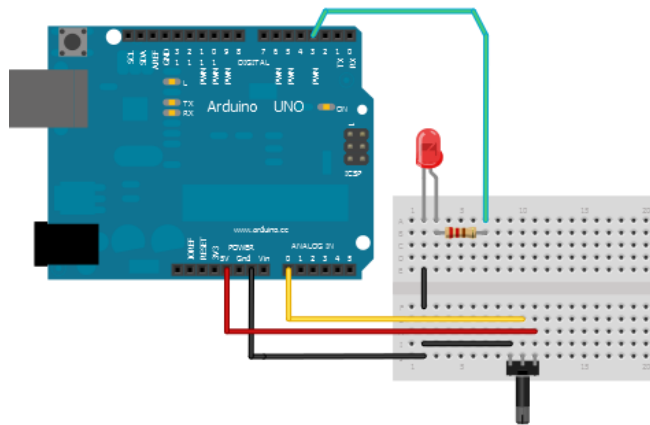
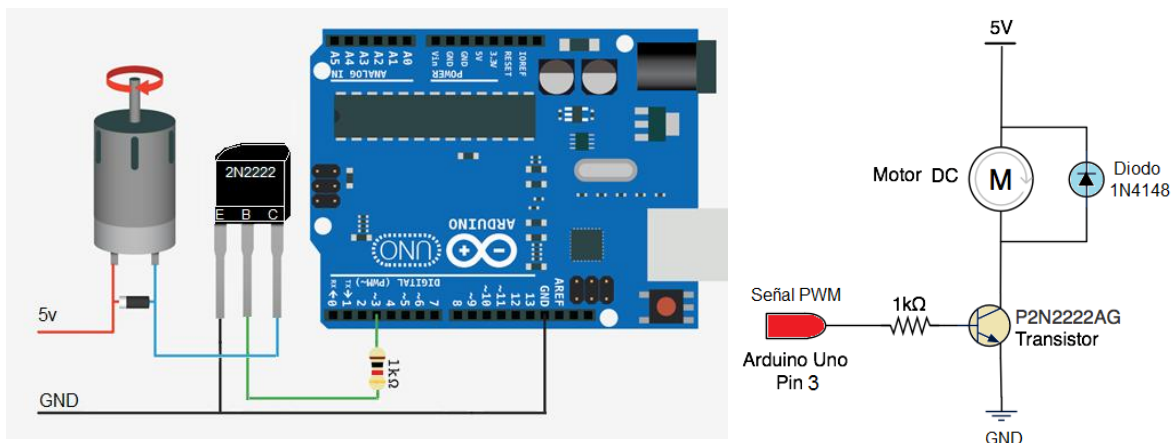

Figura 6.19. Conexiones del diodo LED y el potenciómetro a la salida PWM y a la entrada analógica A0 respectivamente
Figura 6.22. Montaje del motor DC para control de velocidad por PWM
En la Figura 6.19, se muestra un diagrama de conexiones para un LED y un potenciómetro a la salida PWM del pin 3 y la entrada analógica A0 respectivamente.
13. Conecte el circuito tal y como se muestra en la Figura 6.19. La idea con este montaje es encender controlada y gradualmente un diodo LED desde una aplicación gráfica en LabVIEW; pero al mismo tiempo, realizar la misma función manualmente con el potenciómetro.
16. Una vez comprobado el correcto funcionamiento del circuito de la Figura 6.19, realice el montaje de la Figura 6.22. Reemplace el diodo LED por un motor DC y conéctelo como se indica.